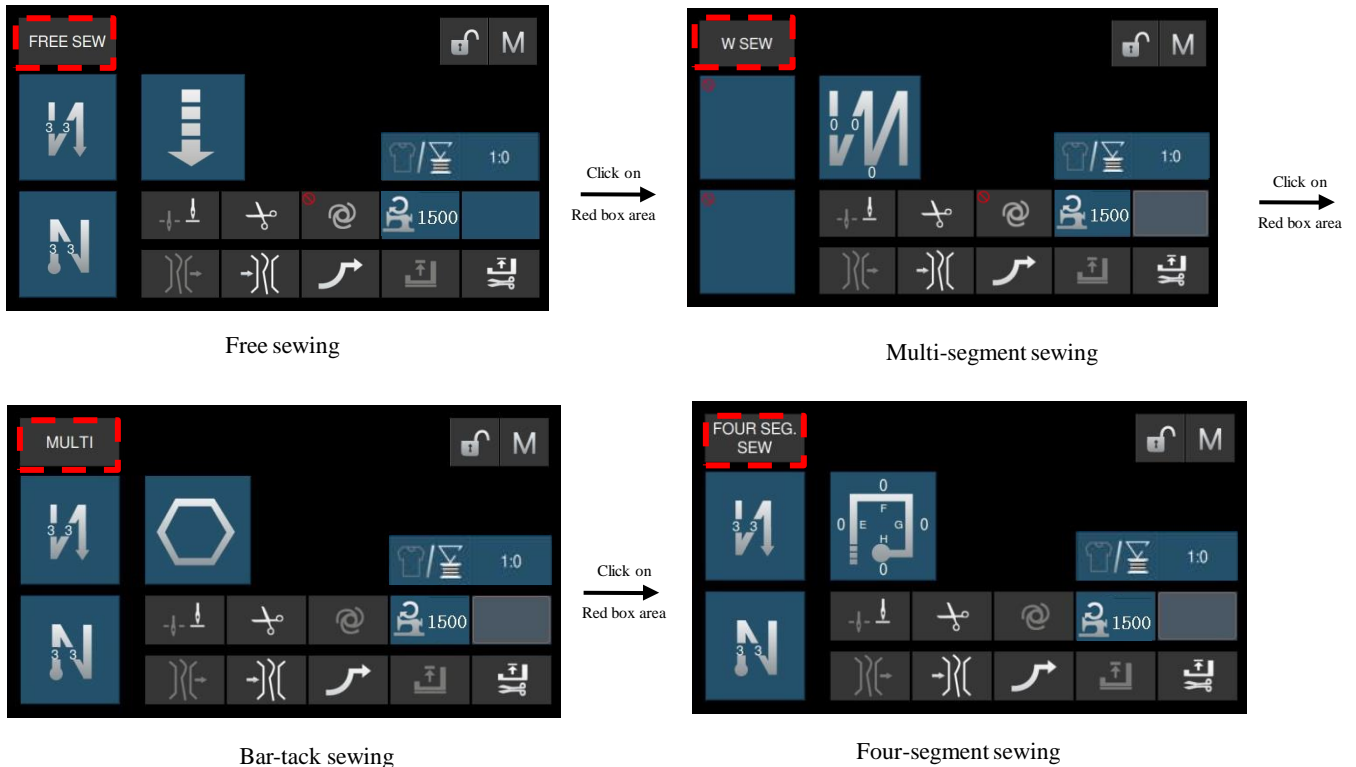

Figure 2-2 Commutation du mode de fonctionnement de base
- En mode écran non verrouillé (lorsque la machine à coudre s'arrête et que le bouton de verrouillage de l'écran est déverrouillé), cliquez sur la ligne pointillée pour obtenir une commutation cyclique de couture libre -> couture W -> couture multi-segments -> quatre segments couture (couture d'étiquette de marque), comme illustré à la Figure 2-2.